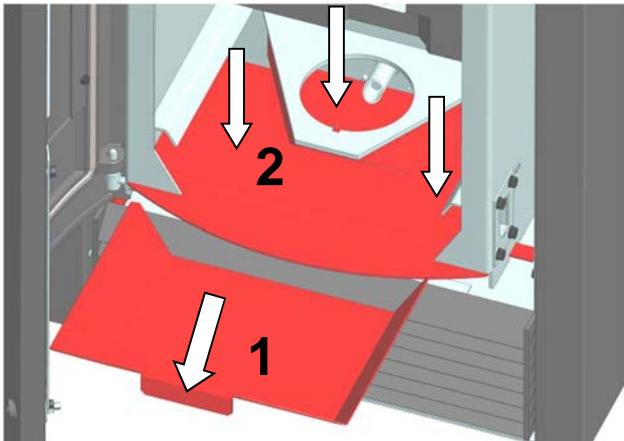

Abb. 66: Reinigung Topfhalter
8. Aschelade herausziehen (Abb. 66 Pos.1). Dann den Feuerraum, Topfhalter, und Bodenblech gründlich aussaugen (Abb. 66 Pos.2).